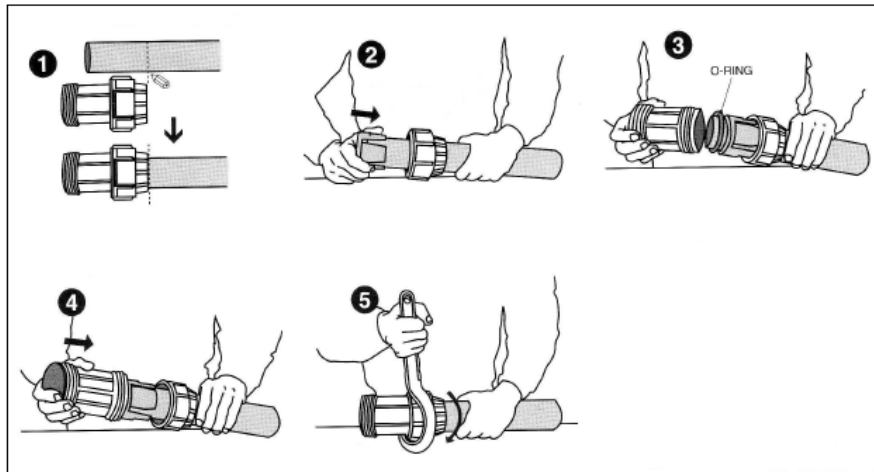

Figure 23: Mise en place des raccords à compression (Source : ACF UK Sec 4 p 52)
- Suivre les étapes du schéma Figure 23, en prenant soin de bien insérer le tuyau en butée au fond du raccord.